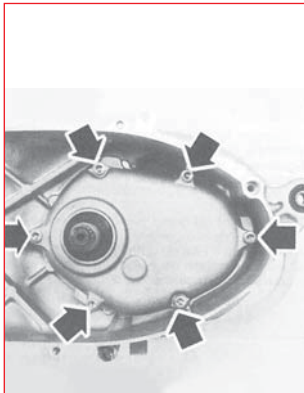
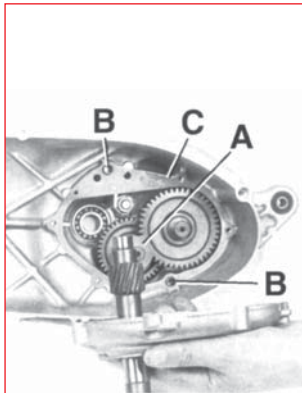

fig. 1
fig. 2
- Pulire accuratamente la parte interna del carter trasmissione principalmente nella zona del coperchio della scatola del riduttore finale **(fig. 1)**.
- Rimuovere il coperchio della scatola trasmissioni **(fig. 1)** togliendo le viti indicate dalle frecce. Fare attenzione a non danneggiare la guarnizione di tenuta C **(fig. 2)** e di non smarrire le boccole di centraggio B **(fig. 2)**.
- Pulire la zona interna della scatola di riduzione finale e controllare l'esatta posizione di eventuali rasamenti A **(fig. 2)** o distanziali presenti all'interno della scatola stessa.
- Carefully clean the inside of the main transmission casing in the zone of the final gearbox cover (fig.1).
- Remove the transmission box cover **(fig. 1)** removing the screws indicated by the arrows. Take care not to damage gasket C **(fig. 2)** and not to mislay the centering bushes B **(fig. 2)**.
- Clean the inside of the final gearbox and check the exact position of any shims A **(fig. 2)** or spacers inside the box.
- Nettoyer soigneusement l'intérieur du carter de transmission, surtout dans la zone du couvercle du boîtier du réducteur final **(fig. 1)**.
- Enlever le couvercle de la boîte de transmission **(fig. 1)** en retirant les vis indiquées par les flèches. Faire attention à ne pas endommager le joint d'étanchéité C **(fig. 2)** et à ne pas perdre les bagues de centrage B **(fig. 2)**.
- Nettoyer l'intérieur du boîtier du réducteur final et contrôler la position exacte des cales A **(fig. 2)** ou entretoises se trouvant éventuellement dans le boîtier même.
- Das Innere des Antriebsgehäuses sorgfältig reinigen, insbesondere im Bereich des Deckels der Enduntersetzung **(fig. 1)**.
- Den Deckel des Antriebsgehäuses entfernen **(fig. 1)**. Dazu die durch Pfeile gekennzeichneten Schrauben abschrauben. Während dieses Vorgangs ist darauf zu achten, die Abdichtung C **(fig. 2)** nicht zu beschädigen und die Zentrierbuchsen B **(fig. 2)** nicht zu verlieren.
- Das Innere des Untersetzungsgetriebegehäuses reinigen und etwaige Zwischenscheiben A **(fig. 2)** oder Distanzstücke im Innern des Gehäuses auf ihre exakte Positionierung überprüfen.
- Limpiar cuidadosamente la parte interna del cárter de transmisión principalmente en la zona de la tapa de la caja del reductor final **(fig. 1)**.
- Retirar la tapa de la caja de transmisiones **(fig. 1)** quitando los tornillos indicados por las flechas. Poner atención para no dañar las juntas de retención C **(fig. 2)** y no perder los anillos de centrado B **(fig. 2)**.
- Limpiar la zona interna de la caja de reducción final y controlar la exacta posición de eventuales niveladores A **(fig. 2)** o espaciadores presentes adentro de la caja misma.
- Montare il coperchio della scatola di riduzione finale, **fig. 1**, dopo aver controllato la perfetta integrità della guarnizione C **fig. 2** oppure qualora sia presente la pasta per guarnizione, riutilizzare la pasta per guarnizioni per creare la nuova guarnizione. Qualora la guarnizione non sia perfetta sostituirla con una nuova originale. Serrare le viti indicate in **fig. 1** con una coppia di serraggio di 12Nm. Controllare che la ruota ruoti liberamente senza sforzo per verificare il corretto montaggio.
- First of all check if the gasket C **fig. 2** is in perfect condition and then fit the cover of the final gearbox, **fig. 1**. Otherwise, if the gasket paste is supplied, re-use it to create the new gasket. If the gasket is not perfect, check if the wheel turns smoothly without excessive effort.
- Monter le couvercle du boîtier de réduction finale, **fig. 1**, après avoir contrôlé que le joint C, **fig. 2**, est parfaitement intègre; ou, s'il y a de la pâte pour joints, ré-utiliser cette pâte pour créer le nouveau joint. Si le joint n'est pas en parfait état, le remplacer avec un autre joint d'origine. Serrer les vis indiquées en **fig. 1** à un couple de serrage de 12Nm. Pour vérifier que le montage est correct, contrôler que la roue tourne librement et sans efforts.
- Den Deckel des Untersetzungsgetriebegehäuses montieren, **fig. 1**. Anschließend den einwandfreien Zustand der Abdichtung C **fig. 2** überprüfen oder falls die Dichtungspaste vorhanden ist, eine neue Dichtung vorsehen. Falls die Abdichtung in irgend einer Weise Mängel aufweist, diese mit einer neuer Original-Abdichtung ersetzen. Die Schrauben wie in Abb.1 angegeben mit einem Anzugsmoment von 12 Nm anziehen. Danach kontrollieren, dass die Räder mühelos frei laufen, was auf eine ordnungsgemäße Montage schließen lässt.
- Montar la tapa de la caja de reducción final, **fig. 1**, después de haber controlado la perfecta integridad de la junta C **fig. 2**, o si se encuentra la pasta para juntas, utilizarla para crear la junta nueva. Si la junta no estuviese perfecta sustituirla con una nueva original. Ajustar los tornillos indicados en la **fig. 1** con un par de cierre de 12Nm. Controlar que la rueda gire libremente sin esfuerzo para verificar el correcto montaje.